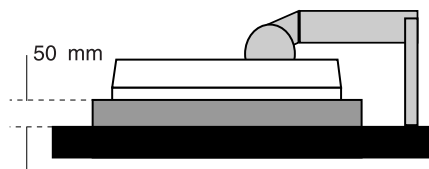

Figure S.1
2. Placez le moniteur face vers le bas sur une surface non abrasive (Placez l'écran sur une plate-forme de 50 mm pour que le support soit parallèle à la surface.) (**Figure S.1**).